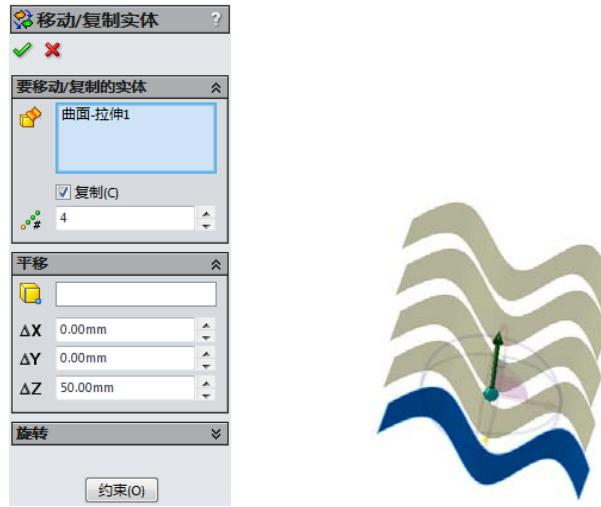

图 6-73 “移动/复制实体”属性管理器
**07** 也可以在 $\Delta X$ 、 $\Delta Y$ 、 $\Delta Z$ 微调框中指定移动的距离或复制体之间的距离。此时在右面的图形区域中可以预览曲面移动或复制的效果，如图 6-73 所示。